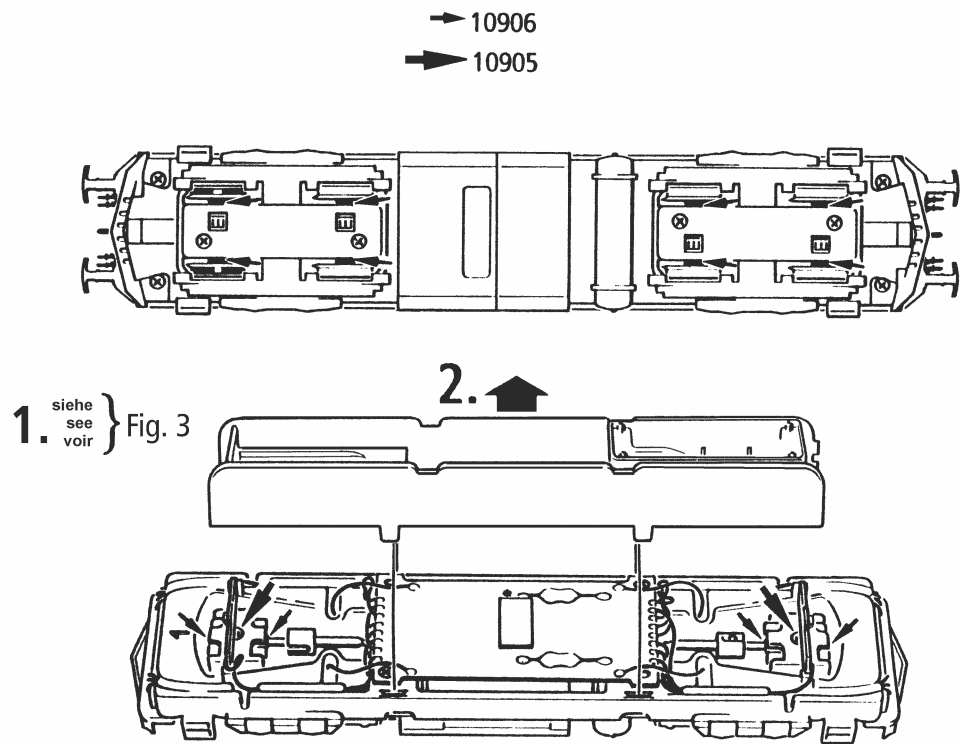

Fig. 6
1. Reinigung der Radstromkontakte: Radstromkontakte können auf unsauberen Schienen leicht verschmutzen. Entfernen Sie **vorsichtig** mit einem kleinen Pinsel **den Schmutz** an den in Fig. 6 gekennzeichneten Stellen.
roues: Les lames de contacts risquent de s'encrasser rapidement sur des voies poussiéreuses. Veuillez **enlever la poussière** aux endroits marqués à la fig. 6 à l'aide d'un petit pinceau souple.
1. Cleaning of wheel contacts: Wheel contacts easily get dirty on tracks which are not entirely clean. Use a small brush to **remove dirt** from spots marked in fig. 6.